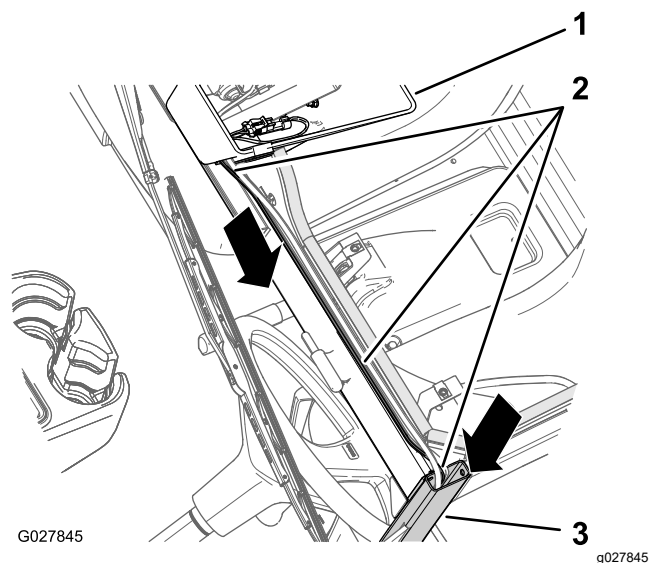

図 43
1. 頭上コンソール部で、ウォッシャーポンプ用ワイヤハーネス 図 43 を、ホースの配設を行う(ページ 16)で取り付けしたホースに沿って左側へ導く。